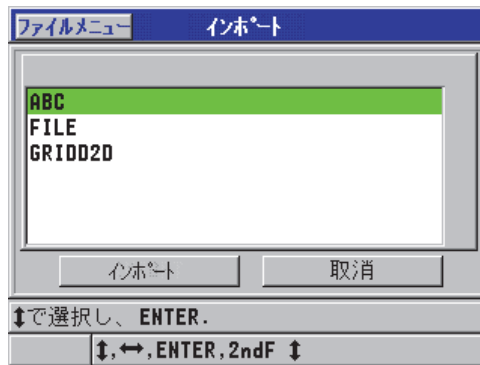

図 11-3 インポート画面の例
5. インポート画面で、以下の操作を行います (196 ページの図 11-3 を参照)。